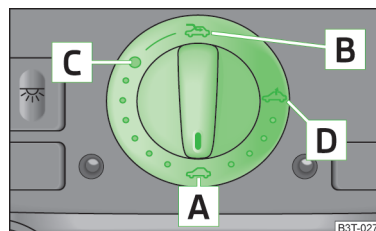

Abb. 45
- Wurde die Batterie abgeklemmt und wieder angeklemmt, kann es passieren, dass das Schiebe-/Ausstelldach außer Funktion ist. In diesem Fall ist der Drehschalter in die Schalterstellung **A** » Abb. 45 auf Seite 65 zu bringen und etwa 10 Sekunden lang vorn zu drücken.
- Den Schalter in Stellung **C** » Abb. 45 drehen.
Das Schiebe-/Ausstelldach ist mit einer Kraftbegrenzung ausgestattet. Wenn ein Hindernis (z. B. Eis) das Schließen verhindert, stoppt das Schiebe-/Ausstelldach und öffnet vollständig. Das Schiebe-/Ausstelldach kann ohne Kraftbegrenzung vollständig geschlossen werden, wenn der Schalter in Stellung **A** » Abb. 45 vorn so lange gedrückt wird, bis das Schiebe-/Ausstelldach vollständig geschlossen ist » !.